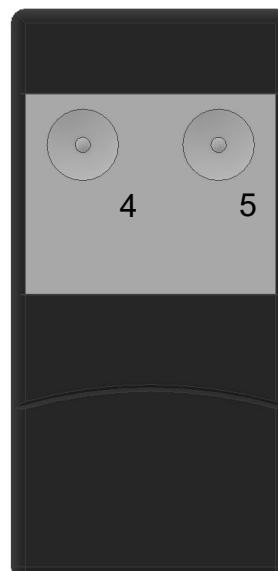

Abb. 5
3. Während Sie den Programmiertaster gedrückt halten betätigen Sie gleichzeitig die erste Taste am Handsender (Abb.5 Nr.4). Die LED (Abb.4 Nr.3) blinkt nach der Handsendererkennung nun schnell.
5. Für das einlesen des zweiten Kanal wiederholen Sie den Vorgang ab Schritt 2 unter Verwendung der zweiten Taste am Handsender (Abb.5 Nr.5).